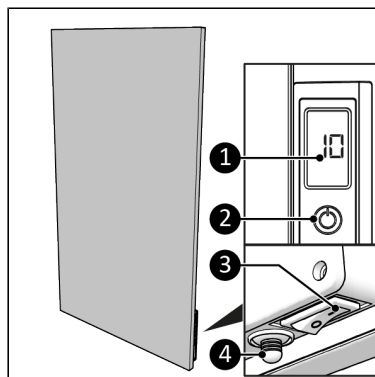

Figure 134.
1. Setati comutatorul ON/OFF în poziția ON (Figure 134, poz. 3).
2. Apăsati butonul ON/OFF de pe panoul de control (Figure 134, poz. 2) sau de pe telecomandă.
3. Afișajul (Figure 134, poz. 1) va arăta mai întâi temperatura setată timp de 3 secunde, urmată de temperatura ambientală.